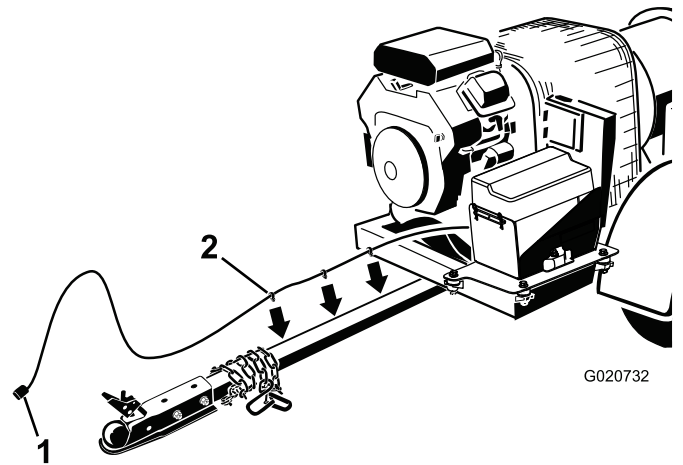

Figura 7
3. Oriente a cablagem eléctrica ao longo do lado direito do tubo de engate (Figura 7).
4. Encaixe os grampos da cablagem nos furos no lado do tubo de engate para prender a cablagem (Figura 7).